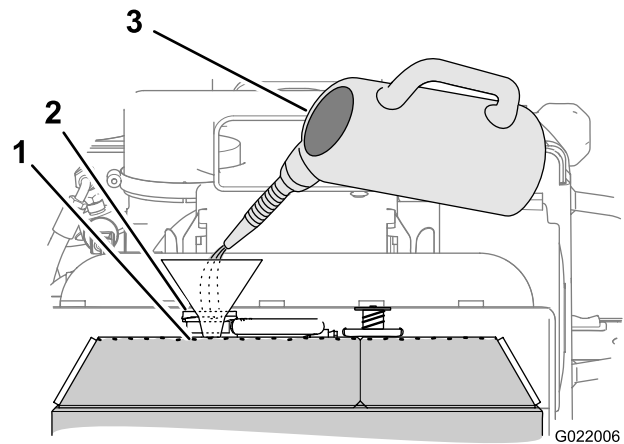

Bild 84
3. Füllen Sie den Kühler mit der angegebenen Kühlmittelmischung, bis der Stand an der Oberkante des Füllstutzens liegt (Bild 84).